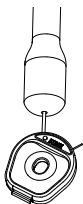
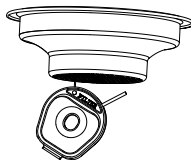

Fig. 9 : Nettoyez la buse vapeur (6) avec l'épingle la plus épaisse.
Fig. 10 : Nettoyez les filtres (13, 14) avec l'épingle la plus fine.
L'épingle de nettoyage (17) est utilisée pour nettoyer la buse vapeur et les filtres. L'épingle la plus épaisse sert à nettoyer la buse vapeur (Fig. 9), et la plus fine sert à nettoyer les filtres (Fig. 10).